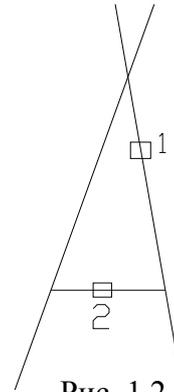

Рис. 1.2
- на появившейся в командной строке запрос указываем границы обрезания т.е.курсором отмечаем поочередно **AB** и **BC**(□1 и □2) (рис. 1.2).